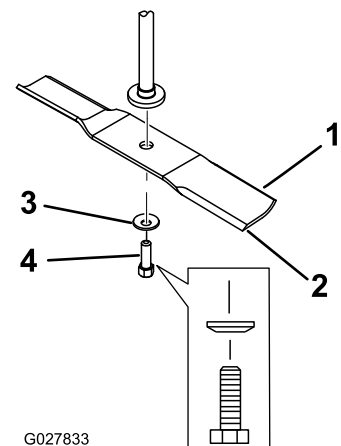

Figure 57
2. Enlevez de l'axe le boulon, la rondelle bombée et la lame (Figure 57).
1. Placez la lame sur l'axe (Figure 57).
2. Montez la rondelle bombée (face concave vers la lame) et le boulon de lame (Figure 57).